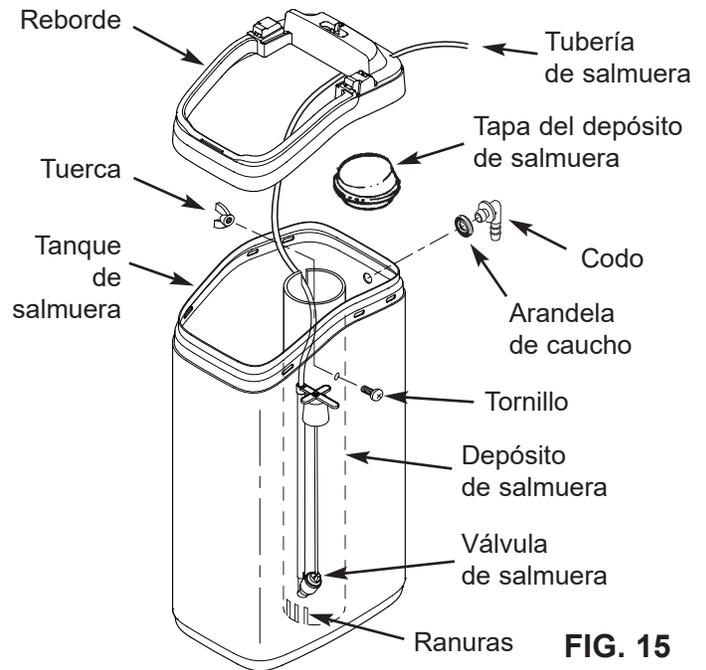

FIG. 15
- a. Vuelva a encajar a presión el reborde en el tanque de salmuera. (Vea la Fig. 15).
- c. Baje la válvula de salmuera para introducirla en el depósito. Introduzca la tubería en la ranura superior del depósito de salmuera (Fig. 15) y hágala salir por el orificio en la parte posterior del reborde.